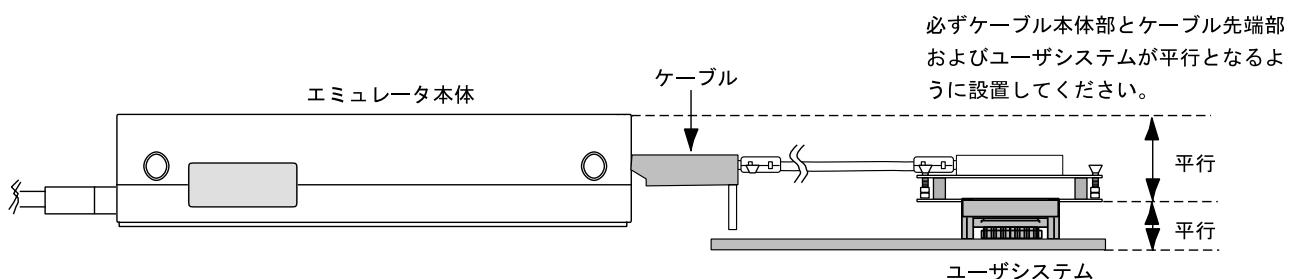

図10 設置例
- (1) ユーザシステムへの接続時には1ピン位置に十分注意して、誤接続は絶対にしないでください。
- (2) 本ユーザシステムインターフェースケーブルを使用する場合の推奨マウントパッド寸法は、MCU実装用マウントパッド寸法とは異なりますので注意してください。
- (3) 本ユーザシステムインターフェースケーブルは、HS3664EPI61Hエミュレータ専用ですので、他のエミュレータ本体には使用しないでください。
- (4) ケーブル本体部が断線する可能性がありますので、本ユーザシステムインターフェースケーブルの上に重いものや金属等の角の尖ったものを置かないでください。
- (5) ユーザシステムに接続した状態では、ユーザシステムインターフェースケーブル、特にケーブル先端部に無理な力が加わらないように注意する必要があります。図10の設置例を参照してご使用ください。